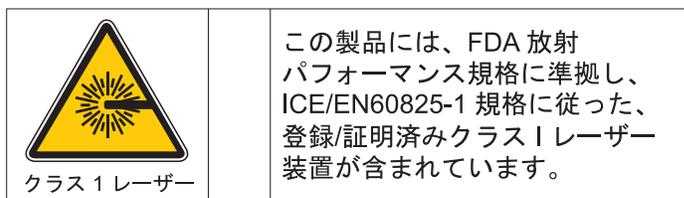

図5. クラス 1 レーザー・ラベル
3. クラス 1 レーザー・ラベル。 xx ページの図 5 を参照。